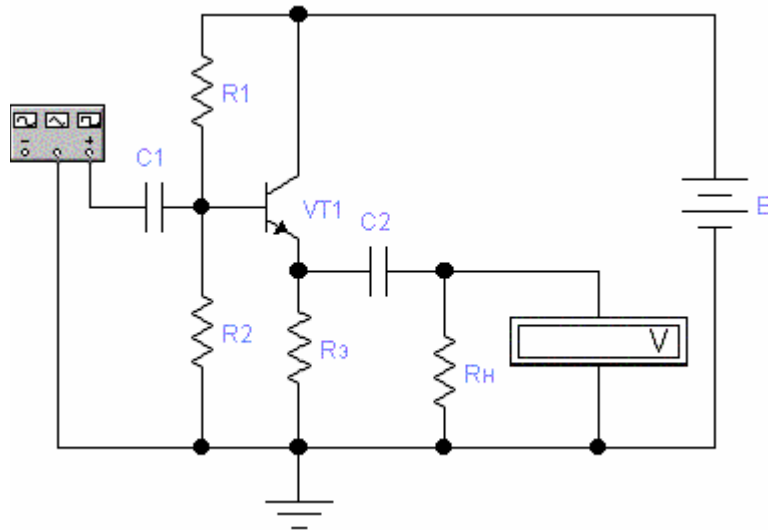

Рисунок 2
1.3 Для схемы усилительного каскада ОК (рисунок 2) и указанных параметров элементов предварительно рассчитать значение резистора R1 при условии  $U_s = 0,5E$  и рабочий режим транзистора ( $I_k$ ,  $U_{кэ}$ ,  $I_b$ ).
Для схемы ОК (рисунок 2) основные параметры рассчитываются через малосигнальную схему замещения каскада: